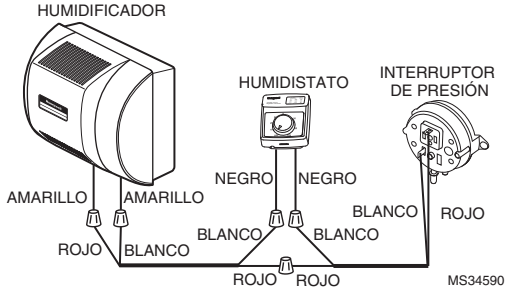

Fig. 12. Cableado de los controles.
- Cablee la válvula del solenoide del humidificador, el interruptor de presión y el humidistato. Consulte la Fig. 12.